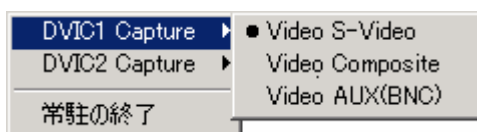

図 2-21.入力ソースの選択
- (3) 該当するドライバを選択すると、図 2-21.の入力ソースの選択ウィンドウが表示されますので、使用される入力を選択します。